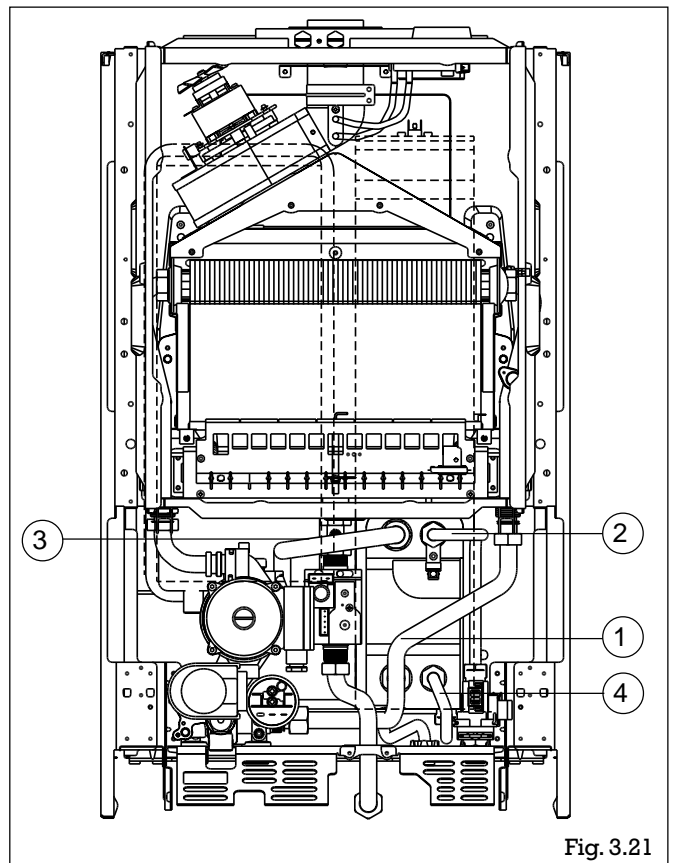

Fig. 3.21
- retirer la tuyauterie départ (1) fig. 3.21 (3 écrous de 29);
- retirer la tuyauterie eau froide (2) (2 écrous de 24);
- dévisser l'écrou de 29 reliant la tuyauterie retour (3) au préparateur sanitaire
- dévisser l'écrou de 22 reliant la tuyauterie du mini ballon (4) au préparateur et tourner la tuyauterie vers la droite